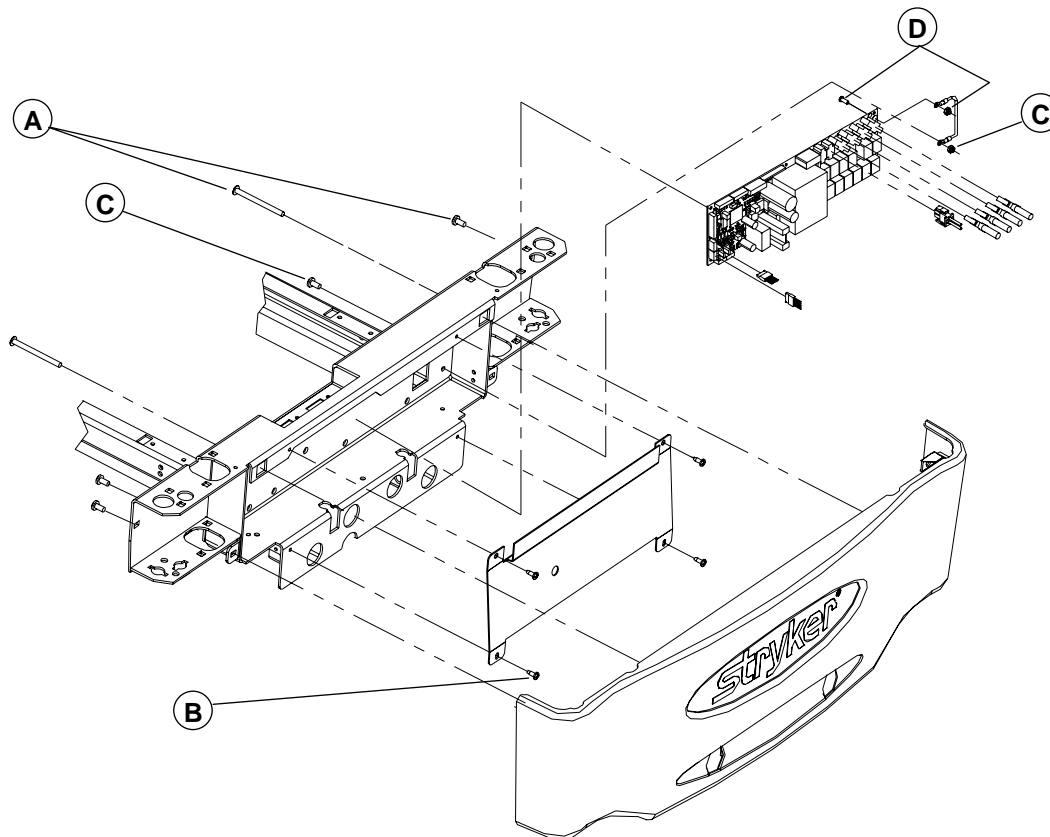

Figure 4.3C
9. À l'aide d'un tournevis Phillips no 3, retirez les six vis (A, fig. 4.3C, page 37) retenant le couvercle de plastique à la boîte de pied. Saisissez les deux extrémités du couvercle, écartez-les vers l'extérieur pour dégager les agrafes intérieures des supports d'accessoires ronds et retirez le couvercle.
10. À l'aide d'un tournevis Phillips no 2, retirez les quatre vis (B, fig. 4.3C, page 37) retenant la plaque de protection à la boîte de pied.
14. À l'aide de pince, serrez la partie supérieure de la bague anti-traction (B) et soulevez-la pour la dégager de son emplacement.
16. À l'aide d'une clé à cliquet et d'une douille 5/16", retirez les deux vis (C) retenant la plaque de retenue au support de vérin et retirez la plaque.
17. Retirez les deux axes de vérin (D) retenant le vérin au support. Pour faciliter le retrait des axes, utilisez un petit tournevis à lame plate que vous insèrerez à l'extrémité du vérin pour repousser les axes vers l'extérieur.
7. À l'aide d'un tournevis Phillips no 3, retirez les six vis (A, fig. 4.3C, page 37) retenant le couvercle de plastique à la boîte de pied. Saisissez les deux extrémités du couvercle, écartez-les vers l'extérieur et retirez le couvercle.
8. À l'aide d'un tournevis Phillips no 2, retirez les quatre vis (B, fig. 4.3C, page 37) retenant la plaque de protection à la boîte de pied.
12. À l'aide de pince, serrez la partie supérieure de la bague anti-traction (F) et soulevez-la pour la dégager de son emplacement.
14. À l'aide d'une clé à cliquet et d'une douille 5/16", retirez les deux vis (G) retenant la plaque de retenue au support de vérin et retirez la plaque.
15. Retirez les deux axes de vérin (H) retenant le vérin au support. Pour faciliter le retrait des axes, utilisez un petit tournevis à lame plate que vous insèrerez à l'extrémité du vérin pour repousser les axes vers l'extérieur.